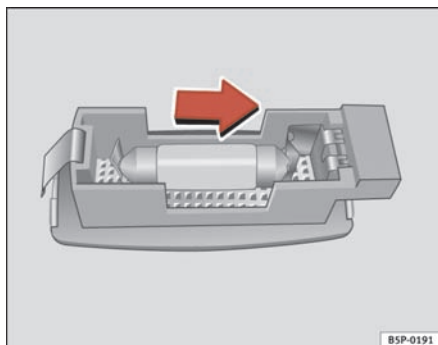

Fig. 205 Afmontering af lampe i solskærm
- Vip forsigtigt lampens glas af ved fordybningen med en skrue-trækker som vist på billedet ⇒ fig. 205.
- Tag pæren ud i pilens retning ⇒ fig. 205. ■